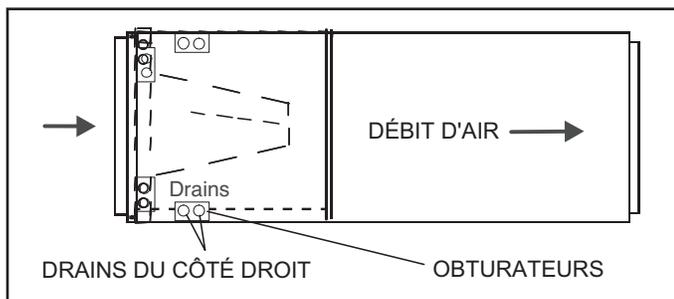

FIGURE 5. Configuration pour refolement du côté droit
- 4 - La configuration horizontale est illustrée à la figure 5.